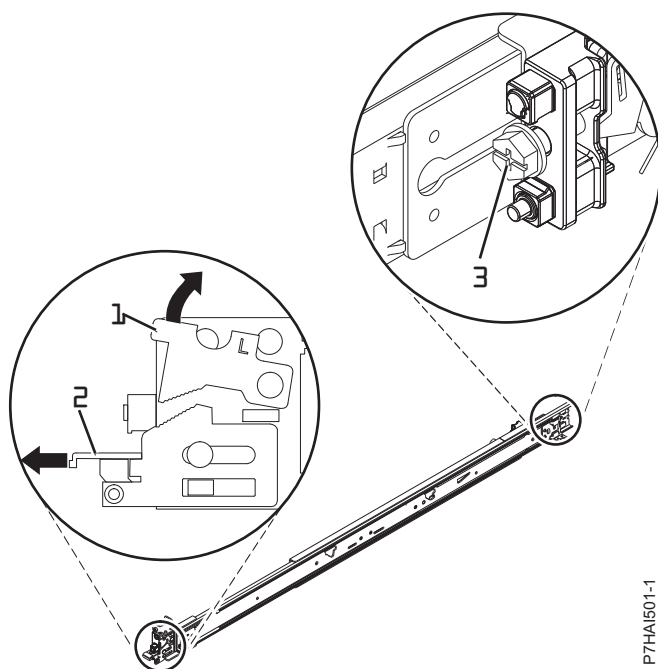

Figura 2. Abrindo a Trava Frontal e Removendo o Parafuso Traseiro
2. Empurre para cima a aba de travamento (1) na parte frontal e retire a trava frontal (2) na parte frontal do trilho. Em seguida, remova o parafuso da parte traseira do trilho (3). Para obter detalhes, consulte Figura 2.